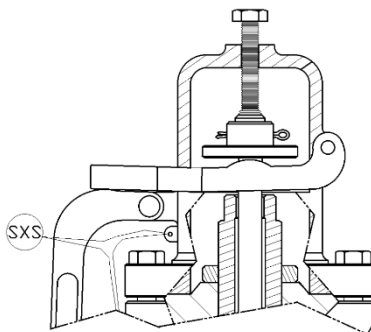

Figura 14
- Quando forem necessários testes hidrostáticos após a instalação das Válvulas de Segurança, estas devem ser removidas e substituídas por um tampão ou flange cego. Caso não seja possível removê-las, deve ser utilizada a trava de teste (GAG) (**Figura 14**).